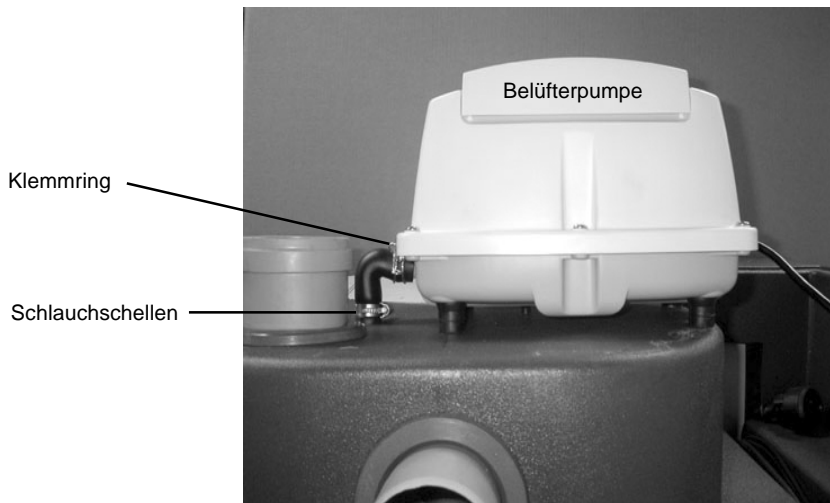

Bild 7
- Positionieren Sie die Belüfterpumpe entsprechend Bild 7 auf dem Schlaufenreaktor.
- Verbinden Sie den Druckluftausgang der Belüfterpumpe mit dem abgewinkeltes Schlauchstück des Belüferschlauches und sichern diesen mit dem Klemmring, siehe Bild 7.